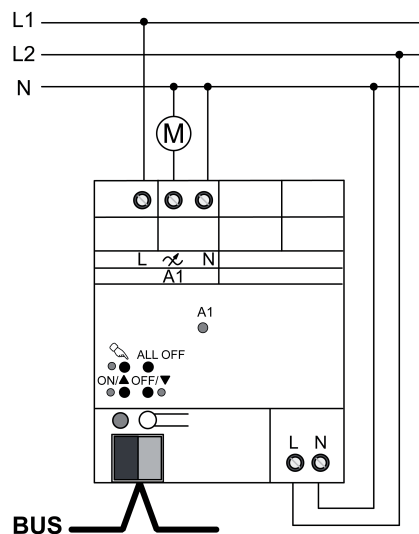

Figura 6: Dimmer 1 canale - Collegamento per modalità di funzionamento regolatore di velocità.
- Collegare l'apparecchio secondo lo schema esemplificativo (figura 6).